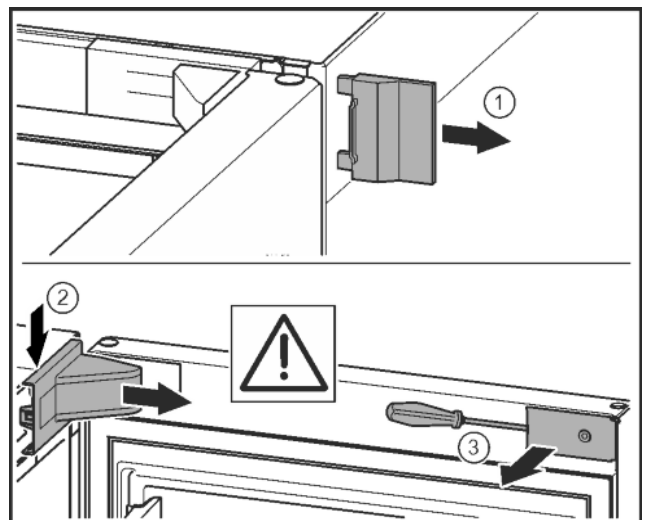

Fig. 8
- ▶ Зніміть зовнішню кришку. *Fig. 8 (1)*
- ▶ Звільніть і ослабте кришку опорного кронштейна. Зніміть кришку опорного кронштейна. *Fig. 8 (2)*
- ▶ За допомогою шліцевої викрутки звільніть від фіксатора та поверніть убік накладку. *Fig. 8 (3)*